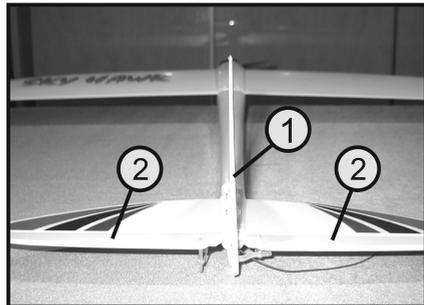

Bild 13
- Das Seitenruder (3) darf weder einen Ausschlag nach rechts noch nach links aufweisen und das Höhenruder (4) darf weder nach oben oder nach unten gerichtet sein (siehe auch Bild 13).
- Wenn sich der Steuerknüppel für das Seiten- und Höhenruder (siehe Bild 2, Pos. 4), sowie die dazugehörigen Trimmhebel (siehe Bild 2, Pos. 3 und 5), in der Mittelstellung befinden, sollten auch das Seitenruder (siehe Bild 13, Pos. 1) und Höhenruder (siehe Bild 13, Pos. 2) exakt in der Mittelstellung ausgerichtet sein.